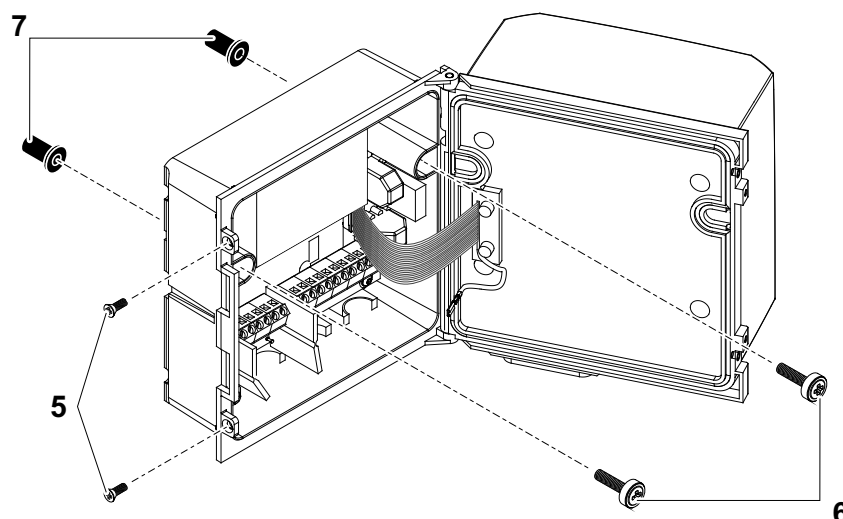

Fig. 3-6 Montagem da blindagem solar: Pré-montar as porcas cegas ISO
- 2 Retirar os dois parafusos de contrapeso (pos. 5 em Fig. 3-6) e balançar abrir a tampa.
- 3 Inserir os parafusos de cabeça cilíndrica (pos. 6 em Fig. 3-6) com as arruelas plásticas nos orifícios de montagem perfurados e aparafusar frouxamente as porcas cegas ISO (pos. 7).
- 4 Posicionar o transmissor universal na blindagem solar e fixar no lugar com os dois parafusos (pos. 6 em Fig. 3-6).
- 5 Fechar a tampa e fixar com os dois parafusos de cabeça escariada (pos. 5 em Fig. 3-6).